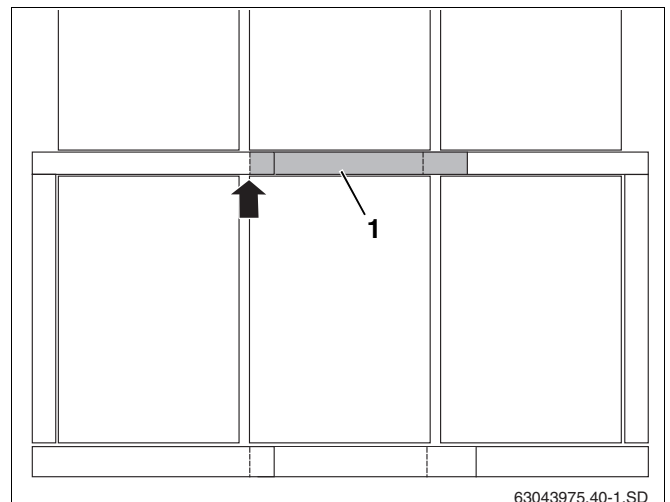

Fig. 52 Colocación de las chapas protectoras centrales
En caso de montar más de dos colectores son necesarias chapas protectoras centrales (fig. 52, **pos. 1**) entre las filas de colectores. Éstas deben montarse al mismo nivel que el colector por la parte izquierda (flecha).